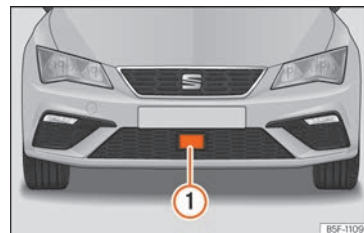

Abb. 271 Im vorderen Stoßfänger: Radarsensor.
Bei angehaltenem Fahrzeug den Motor ausschalten und wieder starten. Führen Sie eine Sichtprüfung des Radarsensors »» **Abb. 271** durch (falls Schmutz, Eis vorhanden sind oder dieser Schläge erlitten hat). Wenn sie weiterhin nicht verfügbar ist, suchen Sie bitte eine Fachwerkstatt auf, damit diese das System überprüft.
Zur Erfassung der Verkehrssituation ist im vorderen Stoßfänger ein Radarsensor eingebaut »» **Abb. 271** ①.
Diese Anzeige für den Fahrer zeigt an, ob die Sicht des Radarsensors aufgrund von z.B. Blättern, Schnee, leichten Nebels oder Schmutz beeinträchtigt ist. Reinigen Sie das SEAT-Emblem »» **Abb. 271**.